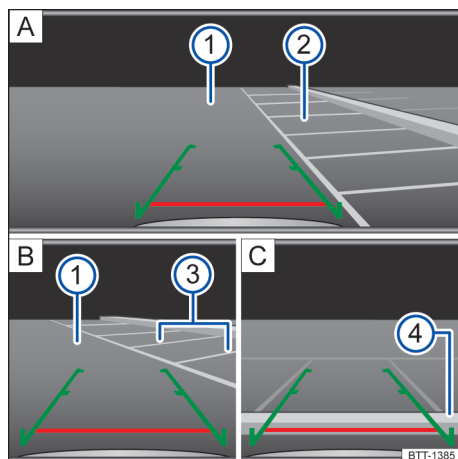

Fig. 104 Exibição do display do rádio ou do sistema de navegação: entrar na vaga de estacionamento com a câmera de marcha a ré (representação esquemática).
Legenda para exibição do display → Fig. 104:
2.	Posicionar o veículo na frente da vaga de estacionamento → Fig. 104 [A] ②.
4.	Conduzir para trás devagar e manobrar de modo que as guias verdes laterais conduzam entre as linhas de delimitação da vaga de estacionamento selecionada → Fig. 104 [A] ②. Observar a seguinte mensagem: Controlar a trajetória do veículo! → ⚠ em Introdução ao tema na página 126!
5.	Alinhar o veículo na vaga de estacionamento selecionada de modo que as guias verdes laterais fiquem em cima das linhas de limitação lateral → Fig. 104 [B] ③.
6.	Parar o veículo o mais tardar ao atingir a guia vermelha horizontal de limitação traseira, por exemplo, meio-fio → Fig. 104 [C] ④.